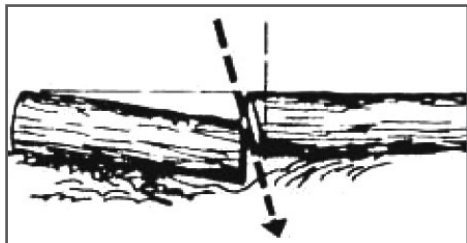

Рис.14 Косой пропил
- Если отпиленная часть бревна может осесть и прижать другую часть бревна, делается косой пропил (Рис. 14).